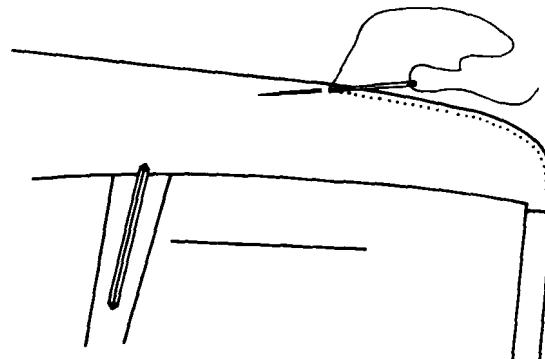

图1-11
**操作方法是：**第一针向上挑出，线结留在夹层中间，第二针退后一根纱，向前0.7cm左右挑出，运针方向为自右向左。注意外露线迹而不显线迹，内层拱连但底面不牵，针距要均匀一致，线路顺直。见图1-11。